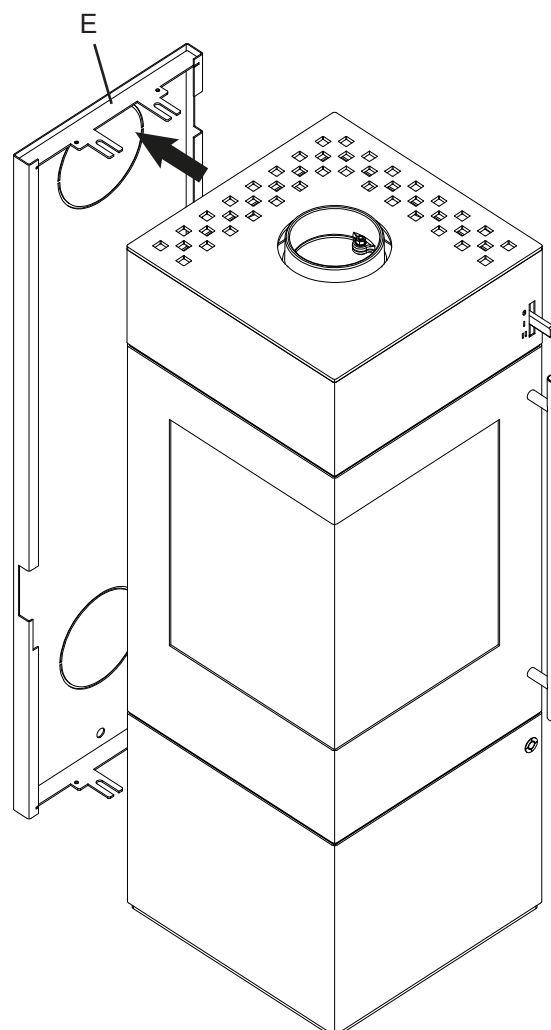

Fig.10
- Ôter la paroi arrière (E) (voir Fig.10).